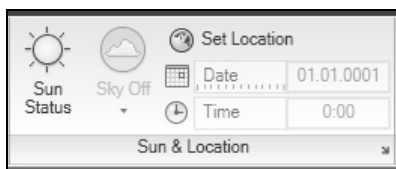

Рис. 13.11. Панель инструментов **Sun & Location** на ленте
1. Откройте вкладку ленты **Render** (Визуализация) и перейдите в ней на панель инструментов **Sun & Location** (Солнце и местоположение) (рис. 13.11).